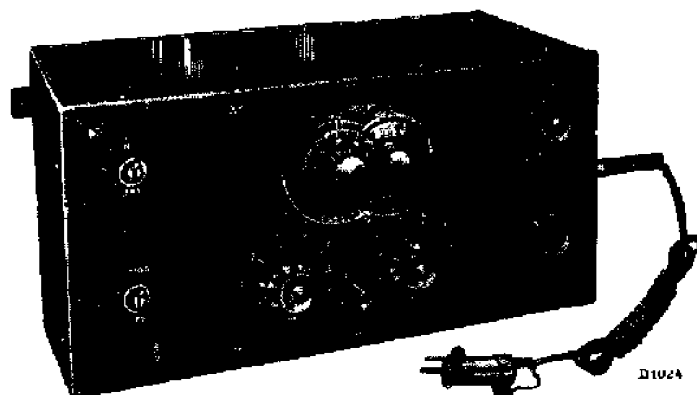

Abb. 3
1. Ein Serviceoszillator (G.M. 2880, Abb. 3), eine Kunstantenne für 200-3000 m. ($200 \mu\text{F}$, $25 \mu\text{H}$ und 20 Ohm) und eine Kunstantenne für 14-200 m. (400 Ohm).